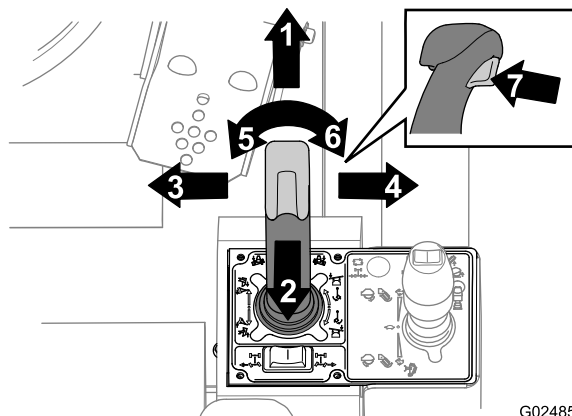
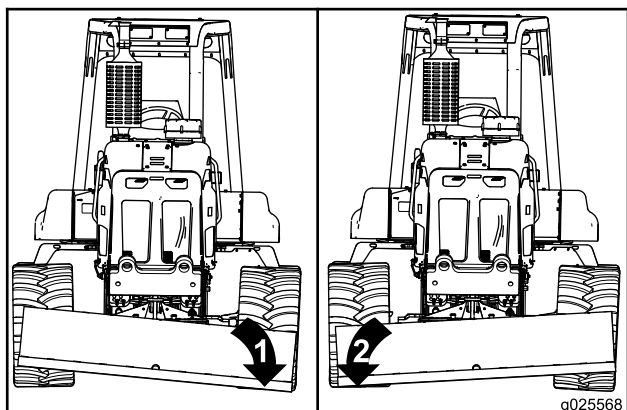
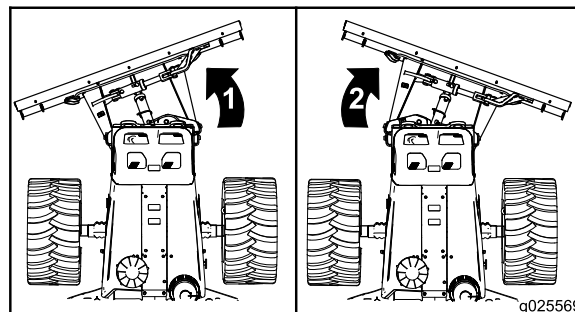

Bild 48
Bild 51
Bild 52
Schieben Sie mit dem Planierschild den Erdaushub in den Graben. Sie steuern das Planierschild mit dem Joystick für das Planierschild bzw. den Rüttelpflug. Verwenden Sie den Joystick, den Abzug und den Daumenschalter, wie in Bild 48 abgebildet.
- Planierschild an der linken Seite nach unten kippen: Bewegen Sie den Joystick nach links (zu Ihnen) (Bild 48 und Bild 51).
- Planierschild an der rechten Seite nach unten kippen: Bewegen Sie den Joystick nach rechts (zu Ihnen) (Bild 48 und Bild 52).
- Abwinkeln des Planierschilds nach links: Drücken Sie die linke Hälfte des Daumenbedienelements (Bild 52).
- Abwinkeln des Planierschilds nach rechts: Drücken Sie die rechte Hälfte des Daumenbedienelements (Bild 52).
- Halten des Planierschilds: Halten Sie den Joystick in der Neutral-Stellung (Halten) (Bild 48).
- Schweben des Planierschilds: Ziehen Sie am Abzug (Bild 48).